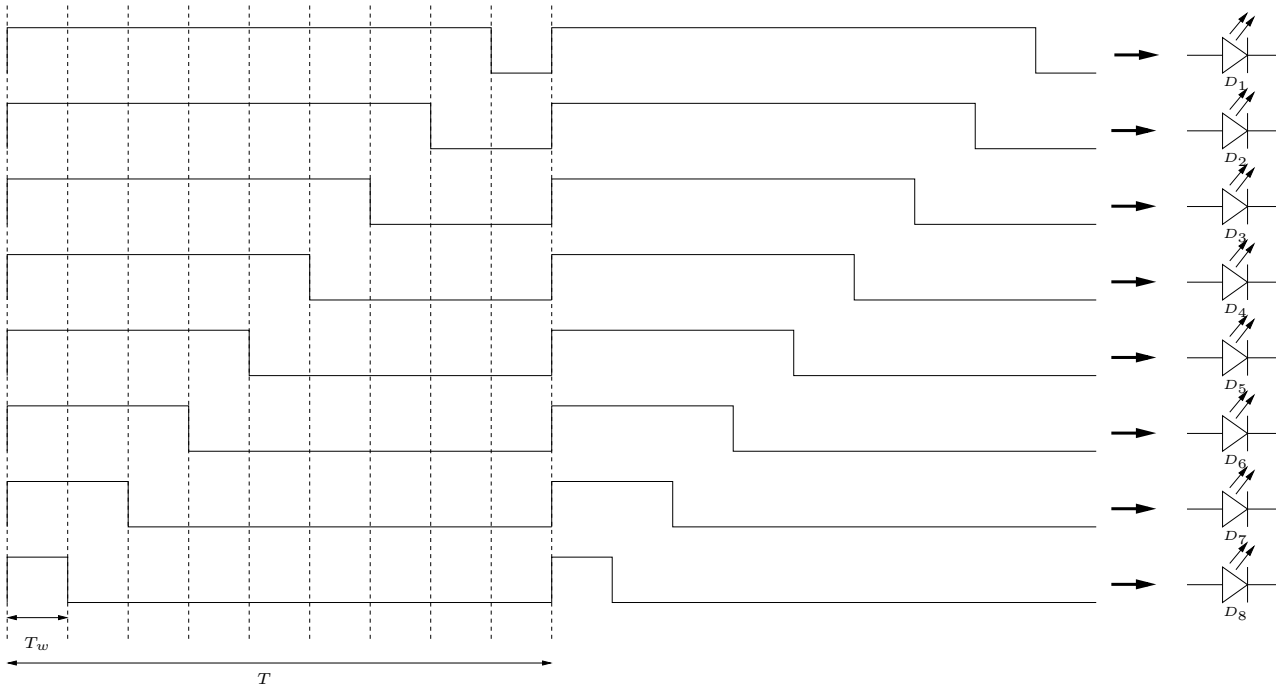

FIGURE 6.1 – Rapport cyclique et intensité lumineuse
On s'intéresse aux chronogrammes de la figure 6.1.
- Manip** : Proposer un code en C¹ sous CodeWarrior permettant d'allumer les 8 LEDs de la carte de développement avec des intensités différentes tel que présenté sur la figure 6.1.
Il se trouve que le Timer/Pulse-Width Modulator (TPM) du microcontrôleur MC9S08QG8, vu au chapitre 5, peut être configuré pour générer un signal tel que ceux présentés dans la figure 6.1. C'est à dire pouvant paramétrer la valeur de T_w par rapport à T , autrement dit permettant de régler le rapport cyclique du signal.